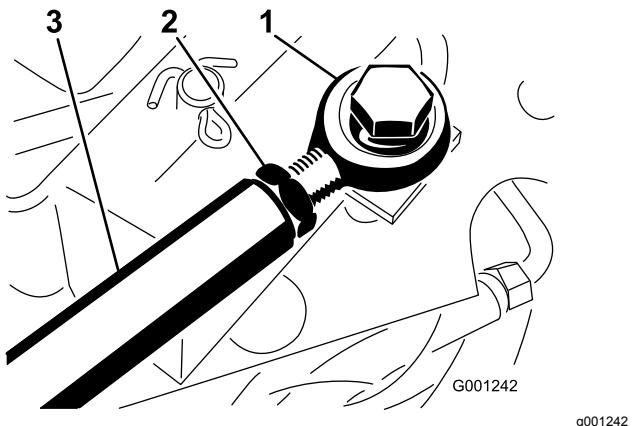

Figura 79
Se necessitar de fazer mais ajustes, ajuste a barra de tração (Figura 79) do seguinte modo:
2. Desaperte a porca de bloqueio que fixa a extremidade da barra à barra de tração (Figura 79).
4. Aperte a porca de bloqueio (Figura 79) e fixe a extremidade da barra ao pedal de tração com o parafuso e a porca retirados, para fixar o ângulo de bloqueio do pedal.